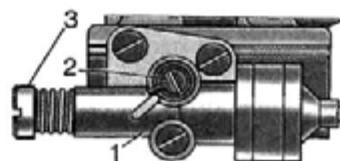

Рис. 4.1.37. Регулировочные винты карбюратора:
1) снять ограничительный колпачок с винта 2 (рис. 4.1.37) состава смеси (винт качества);